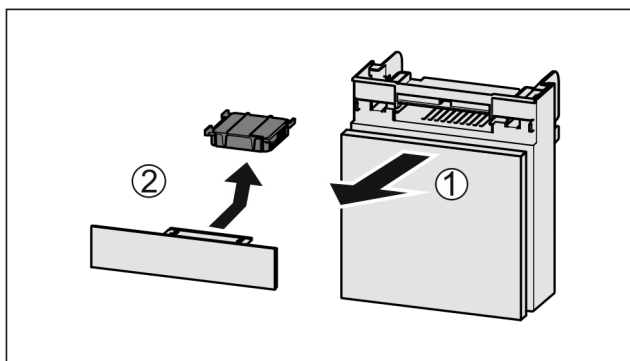

Fig. 103
- ▶ Потягніть Fig. 103 (1) відділення вперед.
- ▶ Витягнути Fig. 103 (2) фільтр з активованого вугілля.